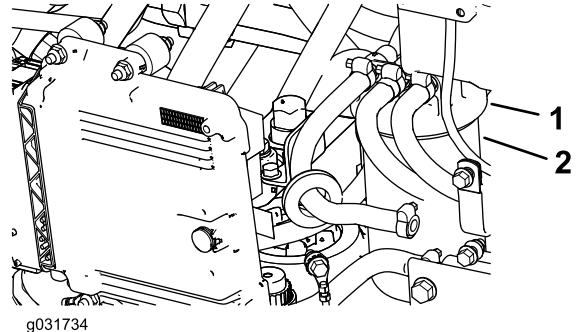

Bild 96
1. Reinigen Sie den Bereich um den Kraftstofffilterkopf (**Bild 96**).
2. Entfernen Sie den Filter und reinigen die Befestigungsoberfläche des Filterkopfes (**Bild 96**).